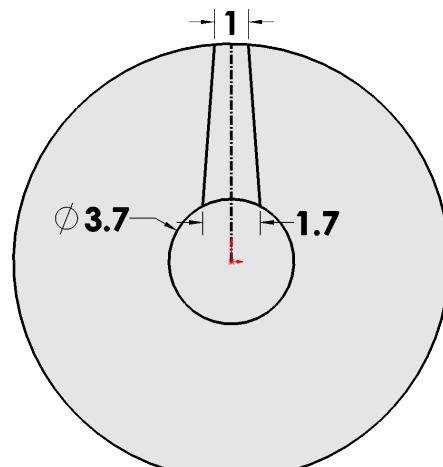

Fig. 11
Step 14. Add dimensions, Fig. 11.